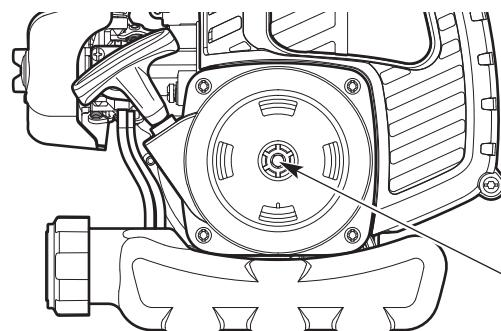

Fig. 21
4. Inserte el accesorio de arranque eléctrico dentro del orificio de arranque eléctrico (Fig. 21).